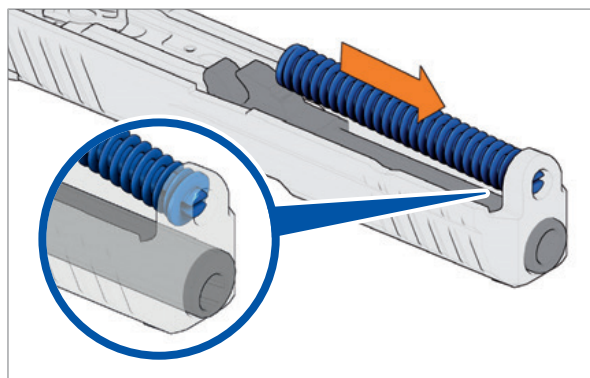

Abb. 54: Schließfeder einsetzen
3. Schließfeder in den Verschluss einsetzen (Abb. 54).